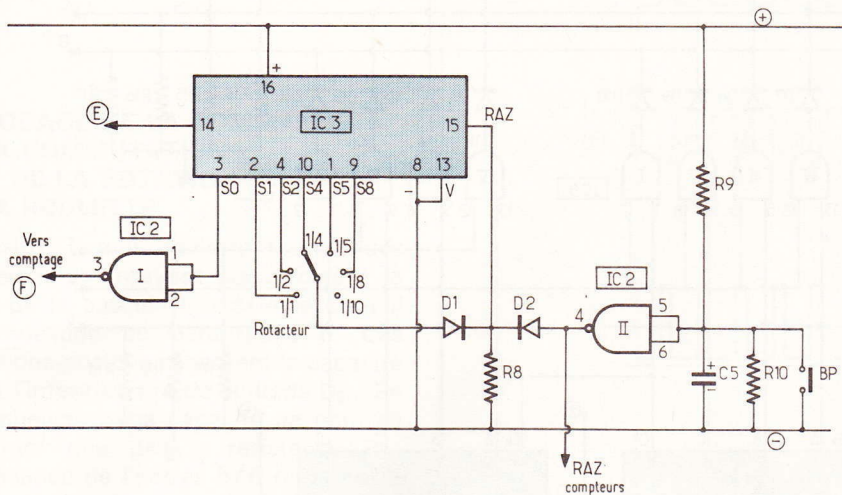

Fig. 3
d) LA REMISE À ZÉRO DES COMPTEURS (fig. 3)